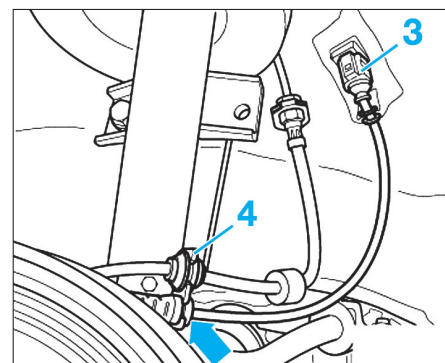

Fig. 47
- Débrancher le connecteur (3) du capteur de vitesse (Fig.47).